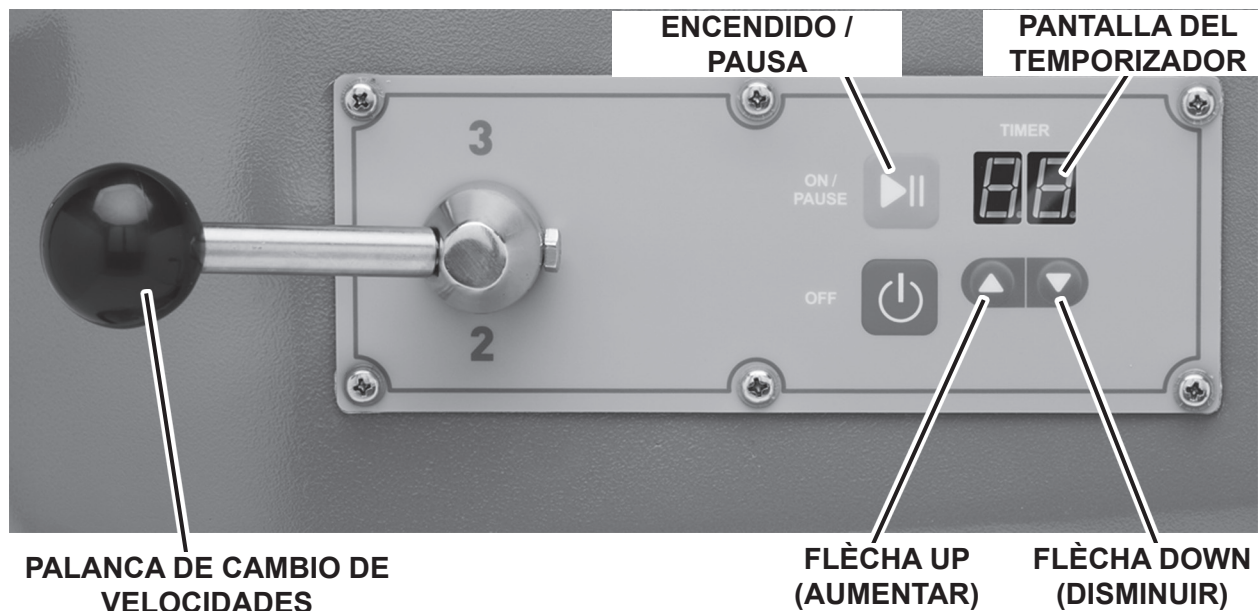

Fig. 7
1. Coloque la palanca de cambio de velocidades (Fig. 7) para seleccionar una velocidad de mezclado. En la pantalla del temporizador, se lee 00.
2. Presione las flechas UP/DOWN (Fig. 7) hasta que en la pantalla del temporizador se lea el tiempo de mezclado deseado. Este es el tiempo programado.
3. Presione el botón ON/PAUSE (Fig. 7) para comenzar el mezclado; el temporizador inicia la cuenta regresiva del tiempo programado.